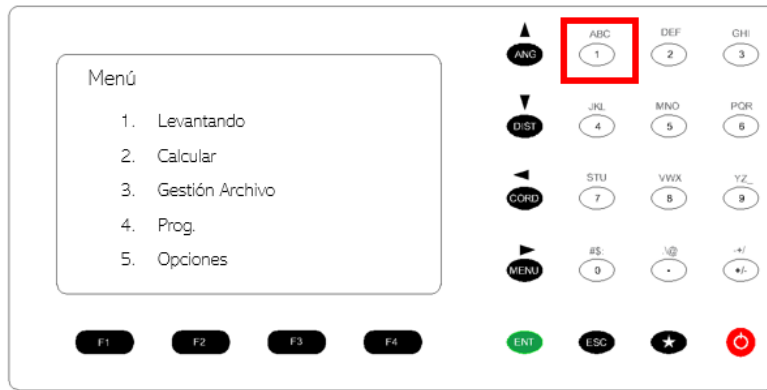

Figura 85. Menú de la estación total.
18. Presionar botón 1. Levantando. Figura 85.